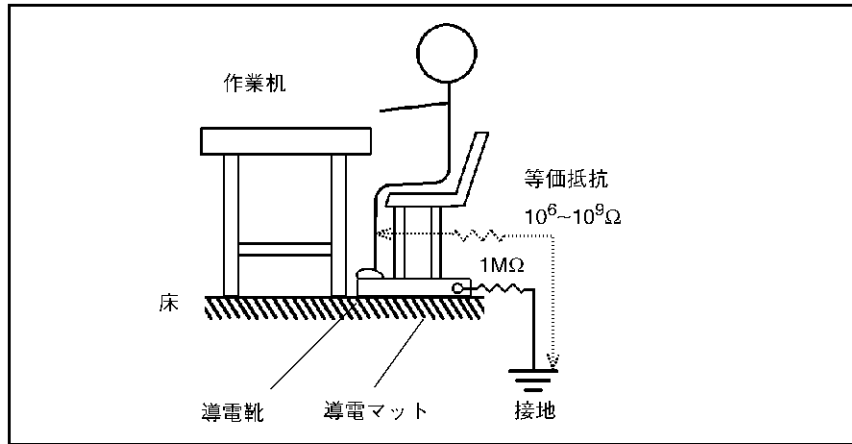

図 1-3 作業場の床
- 作業場の床： 導電マットの設置と導電靴の着用、および接地 (図 1-3 を参照)